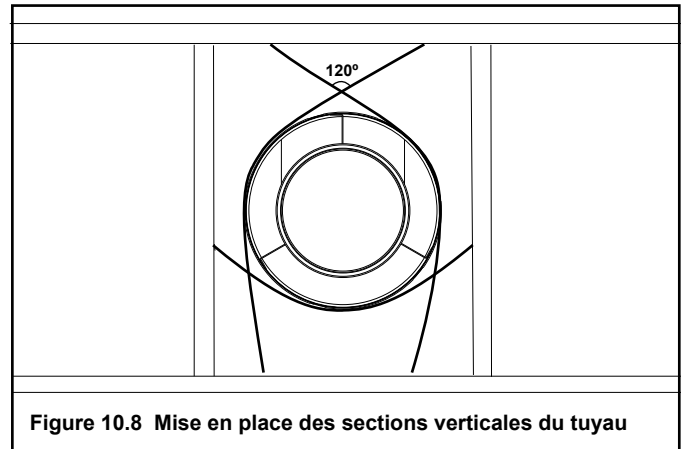

Figure 10.8 Mise en place des sections verticales du tuyau
- Il est possible d'utiliser un support de conduit ou une courroie de plombier (séparés à un angle de 120°) pour assurer le soutien. Voir les Figures 10.8 et 10.9.